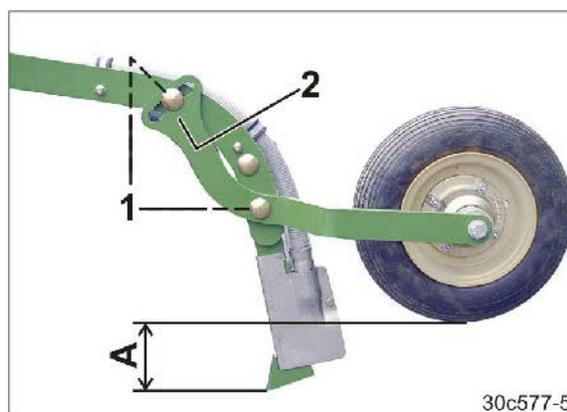

Fig. 50
1. Zwei Muttern (Fig. 50/1) lösen.
2. Den Abstand „A“ durch Verstellen der Andruckrolle im Zahnsegment (Fig. 50/2) einstellen.